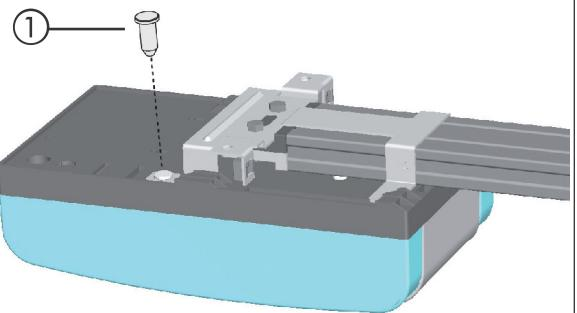
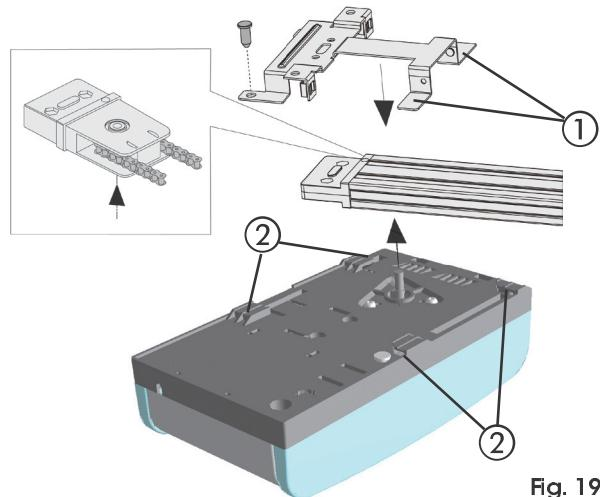
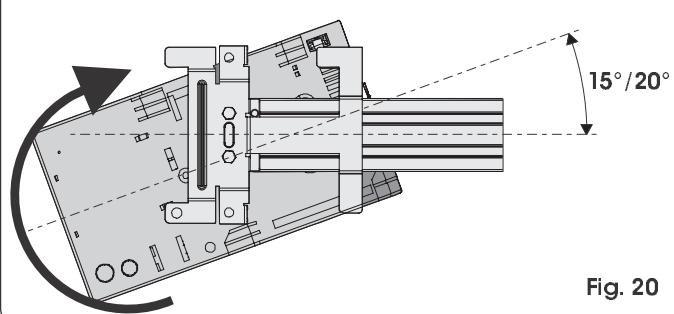

Fig. 21
Fig. 19
Fig. 20
- Tenendo inclinato di 15°/20° l'operatore (Fig. 20), inserire l'alberino del motoriduttore nell'innesto presente nell'attacco posteriore della guida di scorrimento e avvicinare le alette (Fig. 19 rif. ①) alle sedi sul fondo della base dell'operatore (Fig. 19 rif. ②).
- Ruotare l'operatore nel senso di Fig. 20 fino a raggiungere la posizione di Fig. 21 ed inserire la spina nel foro dell'attacco posteriore (Fig. 21 rif. ①).